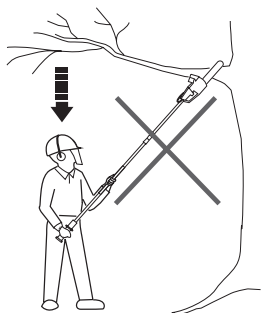

Fig. 35
6. Ne vous tenez jamais directement sous la branche que vous sciez. Des éléments peuvent tomber de manière inattendue. Placez-vous toujours en dehors de la trajectoire de chute des branches (Fig. 35).